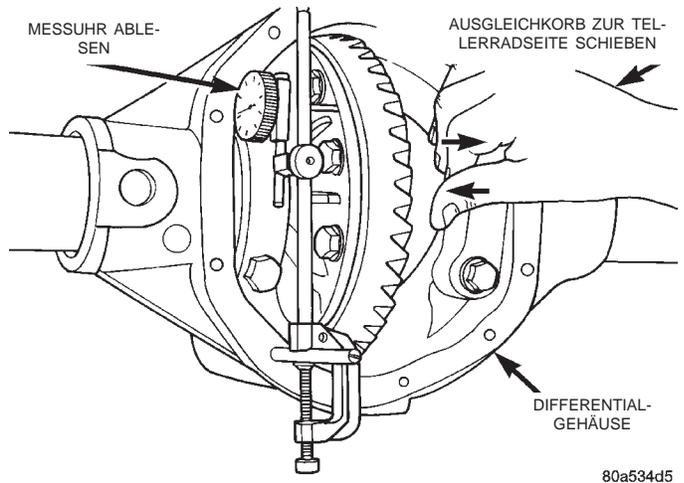

Abb. 70 Ausgleichkorb festhalten und Meßuhr ablesen
(12) Den Ausgleichkorb im Differentialgehäuse in Richtung Tellerrad schieben und dort halten (Abb. 70).
(13) Meßwert notieren (Abb. 70).